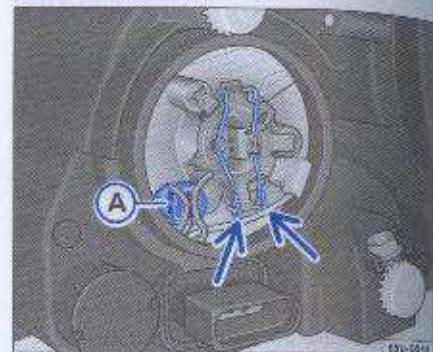

Fig. 142 Acceso a la lámpara de la luz de carretera y a la lámpara de la linterna delantera
- Comprima ambos lados del resorte de seguridad → fig. 142 -flechas- contra la lámpara, desplazando el resorte para desatarlo.
- Remueva el portalámparas → fig. 142 ②, para remover la lámpara de la linterna delantera.